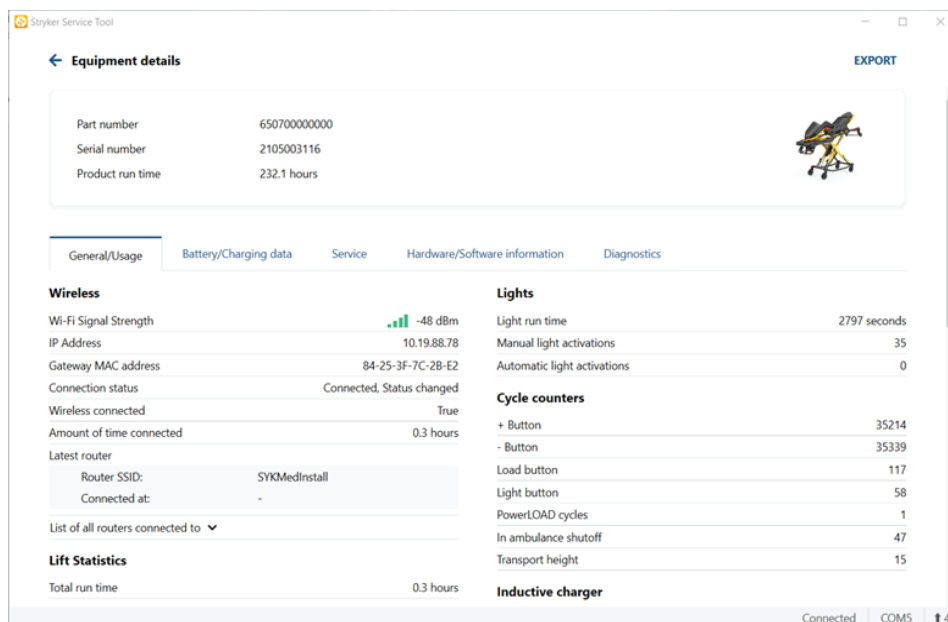

Figure 6 – Écran principal Détails de l'équipement
6. Utiliser les onglets de l'écran principal Détails de l'équipement pour accéder aux différentes données de la civière (Figure 6).